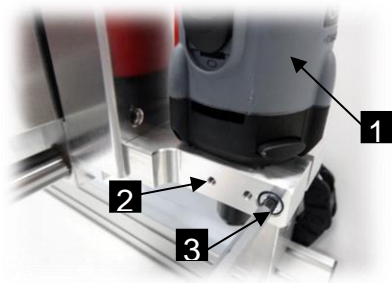

Abb. 25: Werkzeughalter mit Fräsmotor
- 1 Werkzeug z.B. Fräsmotor mit Eurohals 43mm (Abb. 25 /1) in den Werkzeughalter (Abb. 25 /2) am Z-Schlitten einsetzen.
- 2 Schraube (Abb. 25 /3) leicht anziehen, bis eine Klemmung erfolgt ist.
- Nie die Schraube (Abb. 25 /2) zur Befestigung des Fräsmotors übermäßig anziehen.